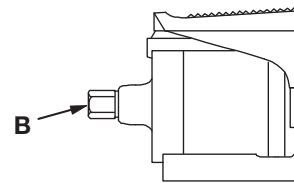

Figure 5
1. Voir la figure 5. Raccorder une source d'alimentation en air de 15,3 m³/h [9 pi³/mn] (minimum) au connecteur pivotant NPTF de 1/4" (B) de la pompe à air. Utiliser exclusivement un flexible ou un raccord rapide de 1/4". L'usage d'un raccord plus gros et lourd n'est pas recommandé. Étanchéiser le branchement avec un composé pour filetage de haute qualité.